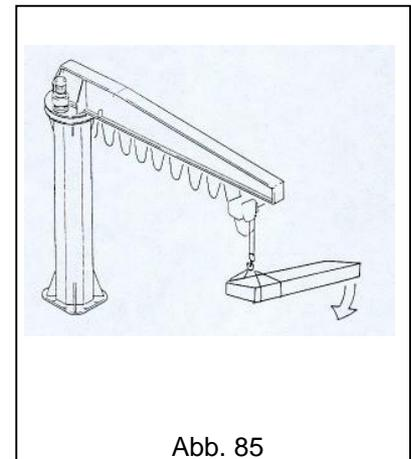

Abb. 85
- **NIEMALS** Lasten heben, die nicht im Gleichgewicht sind (Abb. 85).